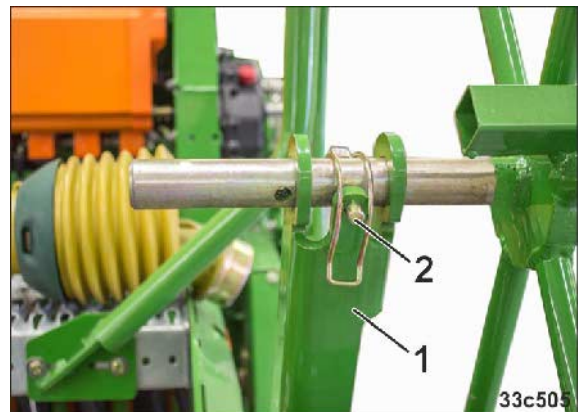

Fig. 115
15. Træk halehjulet ud af transportholderen (Fig. 115/1). Halehjulet er sikret med en split (Fig. 115/2).
- 3.2 Fastgør halehjulet i transportholderen (Fig. 115/1), og sørg for at sikre det med ringstiften (Fig. 115/2).